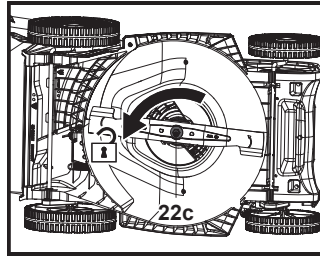

Fig. 20
1. Mantenga la parte inferior y la cuchilla (22) limpias y libres de suciedad. Retire los recortes del canal de descarga trasero (21).
3. Mantenga la cuchilla (22) afilada para garantizar un buen rendimiento de corte. Sustituya una cuchilla desgastada o dañada por una nueva del mismo tipo o pida a un especialista cualificado que la afile.
4. Afloje el perno de montaje (22c) girándolo hacia la izquierda con una llave de impacto eléctrica adecuada (vaso de 13 mm) (Fig. 20) y retírelo junto con la arandela plana (22b) y la cuchilla (22).